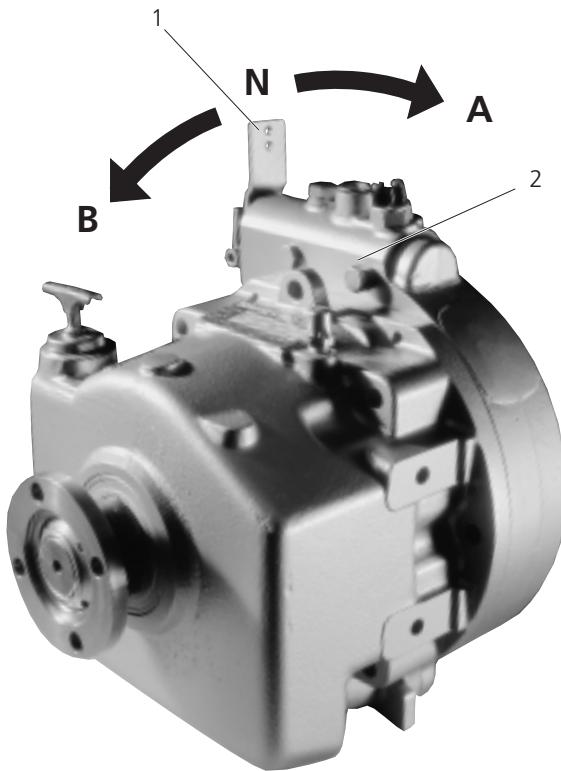
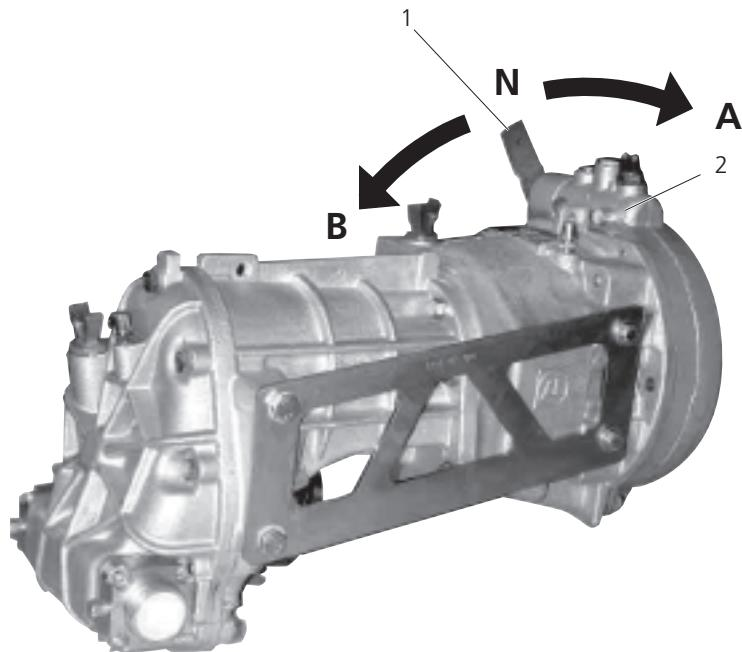

Fig. IV-1 ZF 45 C - ZF 63 C - 88 C
Fig. IV-2 ZF 45 IV
The transmission is shifted by actuating the shifting lever (fig. IV-1 / fig. IV-2, item 1) at the control block (V-1 / fig. IV-2, item 2).
La trasmissione è azionata con lo spostamento della leva (fig. IV-1 / fig. IV-2, pos. 1) situata nel blocco di co-mando idraulico (fig. IV-1 / fig. IV-2, pos. 2).
Le changement de marche s'effectue en actionnant le levier (fig. IV-1 / fig. IV-2, repère 1) du bloc de commande (fig. IV-1 / fig. IV-2, repère 2).
Das Getriebe wird mit dem Schalt-hebel (Pos. 1, Bild IV-1 / Bild IV-2) am Steuerblock (Pos. 2, Bild IV-1 / Bild IV-2) geschaltet.
1.1 Den Griff des Ölmeßstabes (Pos. 1, Bild IV-1 / Bild IV-2) entgegen dem Uhrzeigersinn drehen und aus dem Gehäuse ziehen.